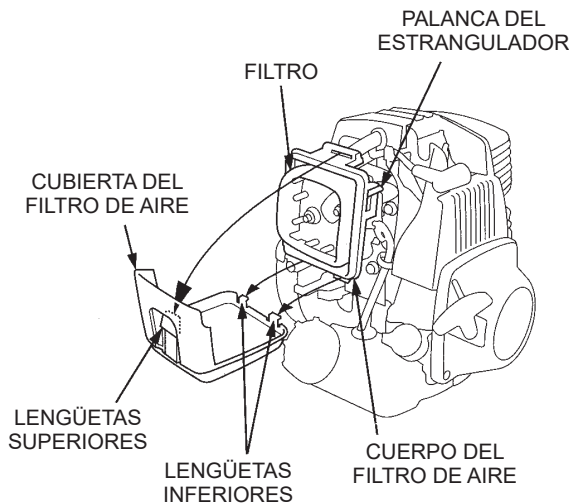

Figura 18. Filtro de aire
3. Presione la lengüeta del cierre en la parte superior de la cubierta del filtro de aire (Figura 18) y quite la cubierta. Revise el filtro para asegurarse de que esté limpio y en buen estado.